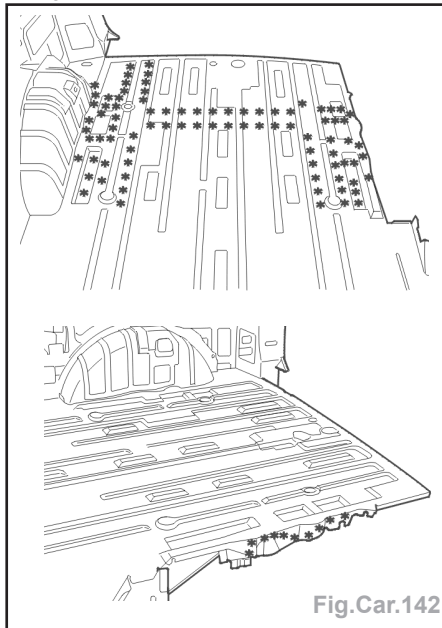

Fig.Car.142
- Découper par fraisage des points (Fig.Car.142).